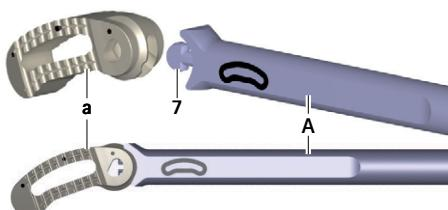

Fig. 7 Conectar o implante no instrumento introdutor
- Inserir o implante **a** na embalagem de proteção no diedro **7** do instrumento introdutor **A**, ver Fig. 7. Ter em atenção o alinhamento do implante (orientação por meio da inscrição no instrumento introdutor).
- Acoplar o instrumento introdutor **A** "in situ" no implante **a**, ver Fig. 7.